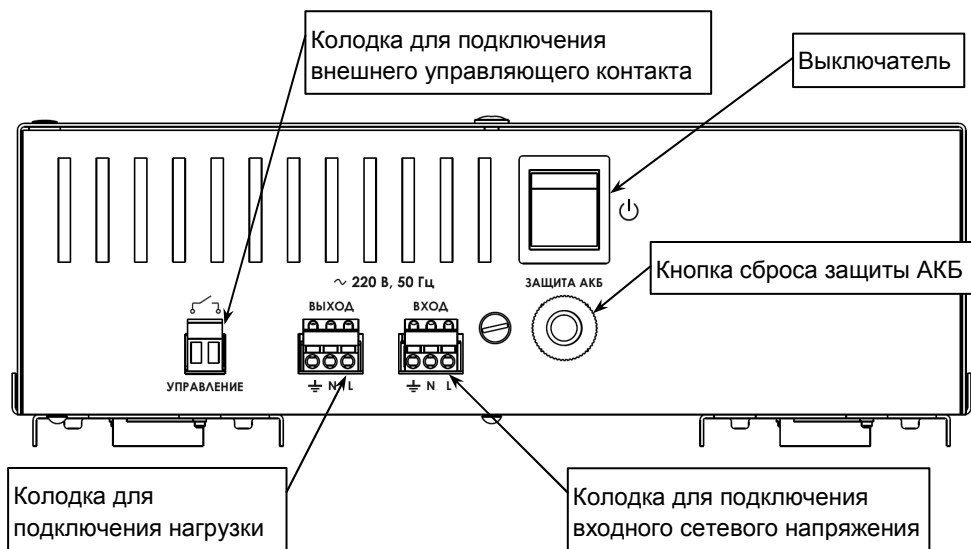
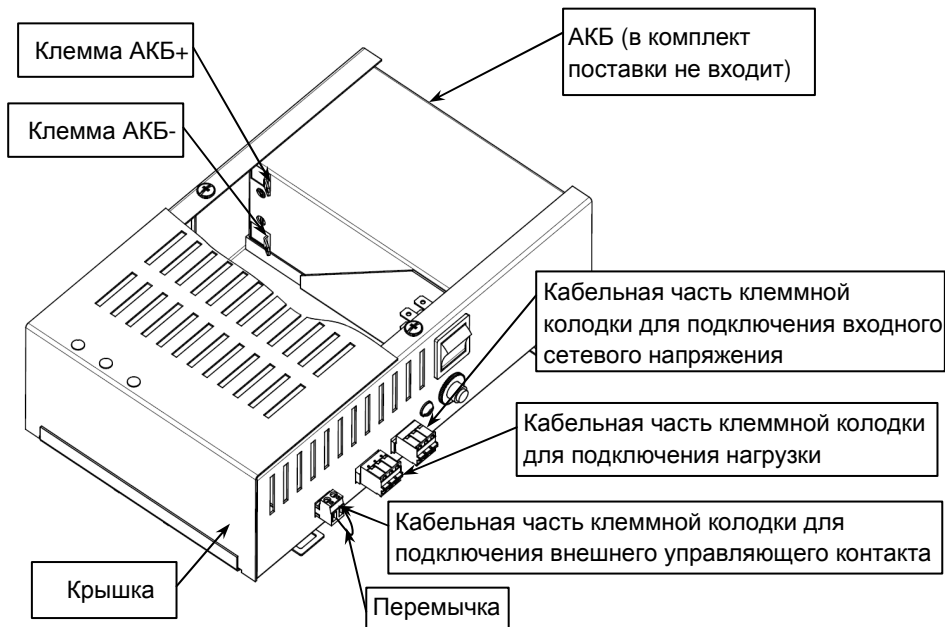

Рисунок 2- вид изделия со стороны подключения
Рисунок 3 — расположение АКБ и кабельных частей колодок
**Включение изделия** осуществляется выключателем  (см. рисунок 2). Клеммы колодки «УПРАВЛЕНИЕ» должны быть замкнуты внешним управляющим контактом или перемычкой (см. рисунок 3). После включения, изделие в течении 20 секунд тестирует состояние входного сетевого напряжения, индикатор «РЕЗЕРВ» светится. Если уровень сетевого напряжения находится в допустимом диапазоне, изделие подключает нагрузку к источнику сетевого напряжения, индикатор «РЕЗЕРВ» гаснет, индикатор «ОСНОВНОЙ» включается. В противном случае изделие питает нагрузку от АКБ (режим «РЕЗЕРВ»).
- открыть корпус изделия, сняв крышку и разместить в нем АКБ (см. рисунок 3);
- подсоединить к кабельной части разъемной колодки «УПРАВЛЕНИЕ» провода для подключения внешнего управляющего контакта или проводную перемычку (см. рисунок 3);
- Включить изделие выключателем (см. рисунок 2).
Изделие включается только в режиме «ОСНОВНОЙ»	Сработала защита изделия по цепи АКБ. Нажать кнопку «ЗАЩИТА» (см. рисунок 2).